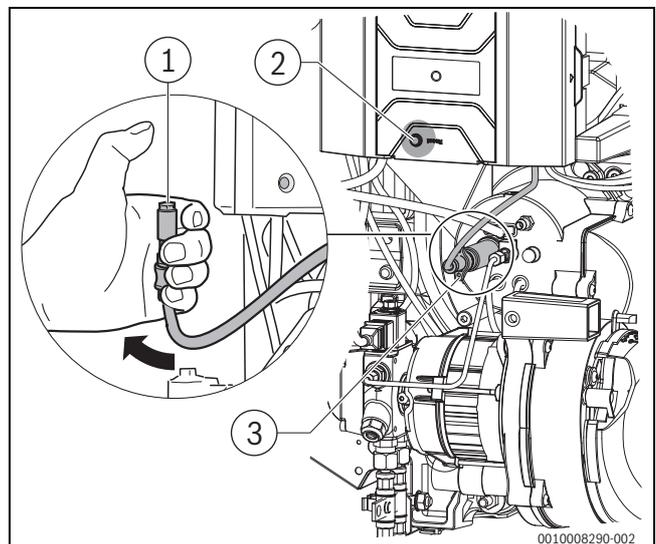

Bild 28 Flammenfühler auf Funktion prüfen
- ▶ Flammenfühler bei laufendem Brenner am vorgesehenen Griff aus der Halterung ziehen (→Bild 28, [3])
- ▶ Flammenfühler mit dem Daumen abdecken (→Bild 28, [1]). Es muss nach Wiederanlauf eine Störabschaltung erfolgen.
- ▶ Nach einer Wartezeit von ca. 30 Sekunden den Feuerungsautomat durch Drücken der Reset-Taste (→Bild 28, [2]) entriegeln.